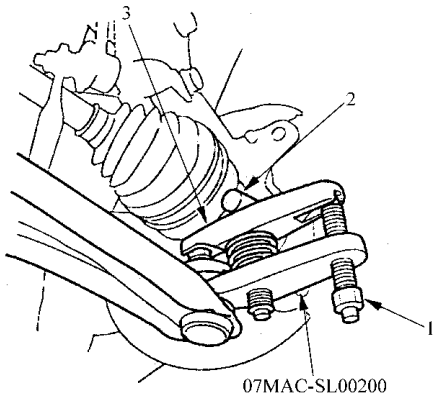

图 6-13 安装专用工具
3) 如图 6-13 所示，安装专用工具。小心地将卡爪伸入，确保不要损伤球头护罩。通过旋转压紧螺栓，来调节卡爪间距。
4) 调节螺栓调整完毕后，确保调节螺栓的头部位于图 6-13 所示位置，以使卡爪能绕轴旋转。